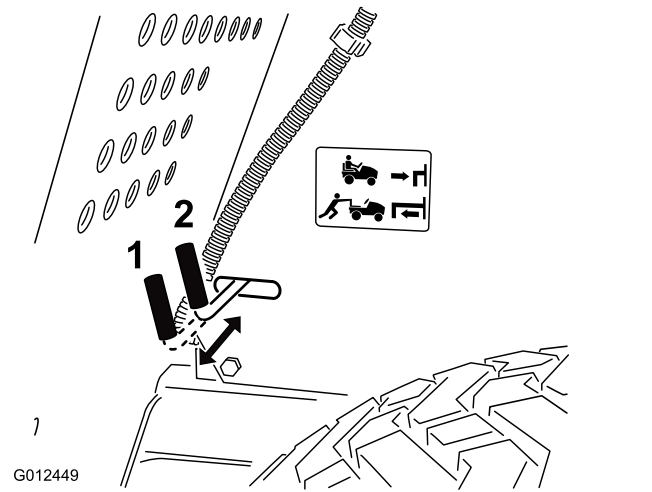

Bild 13
Hinweis: Dadurch wird der Antrieb ausgekuppelt, und die Räder befinden sich im Freilauf (Bild 13).
2. Ziehen Sie den Antriebshebel heraus in die Betriebsstellung (Bild 13), um die Antriebsanlage einzukuppeln.